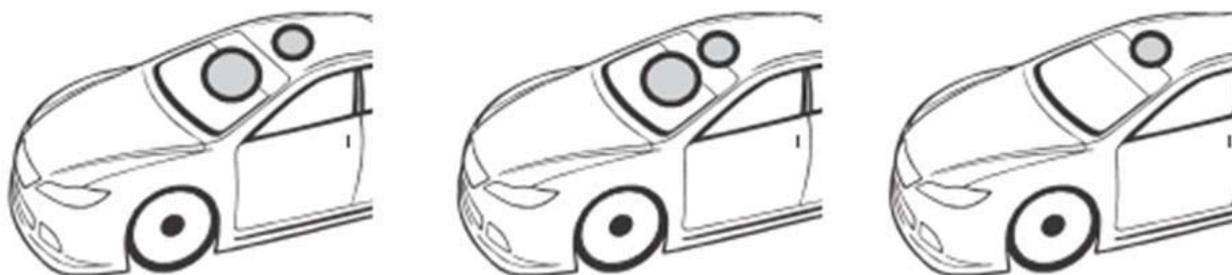

Figura 32: Posizione fori per raffreddamento e rifornimento
- e) il foro per il raffreddamento posto sul parabrezza e quello per il rifornimento, entrambi di 60,0 mm massimi in ogni direzione, devono essere realizzati separatamente e, comunque, ad una distanza minima di 5,0 mm fra loro; qualora il foro di rifornimento dovesse essere effettuato in una zona della carrozzeria che comprende sia il tetto sia il parabrezza, sarà considerato come utile sia al raffreddamento ed al rifornimento e quindi sarà possibile effettuare un solo foro di 60,0 mm in ogni direzione. Si veda a corredo la Figura 32;